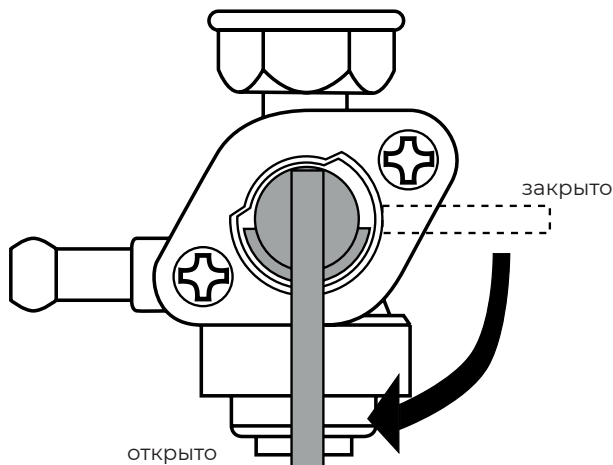

рис. 11. Топливный кран
3. Откройте топливный кран переводом рычага в вертикальное положение (Рис. 11).